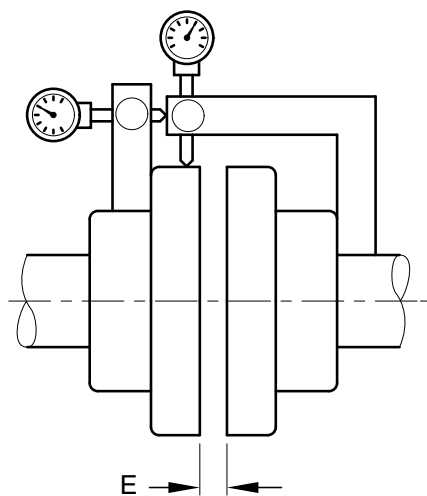

Bild 9: Kombinierte Axial-/Radialmessung
4.2.3.3 Kombinierte Axial- und Radialmessung (Bild 9)
Eine im Aufbau relativ einfache Methode, beide Messungen zu kombinieren, zeigt Bild 9. In die entsprechenden Bohrungen der angeschraubten oder gespannten Flacheisenelemente werden die Meßuhren eingelassen und durch z.B. Madenschrauben fixiert.